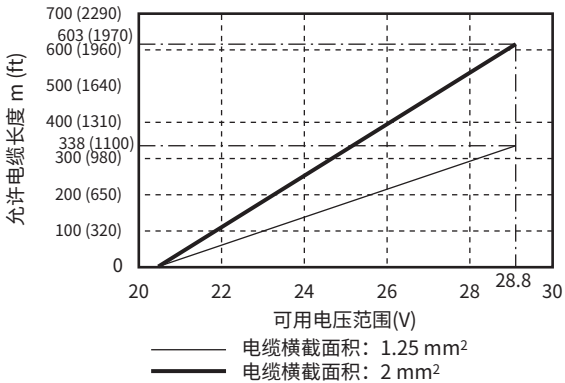

图4.4.2 供电电压和电源电缆长度(AWX4A分体型变送器)
- 对于24 V电源(电源代码-2), 变送器端子之间的电压规格为24 V (-15% ~ +20%)。由于电缆电阻的电压压降, 必须采用图4.4.2范围内的电压。